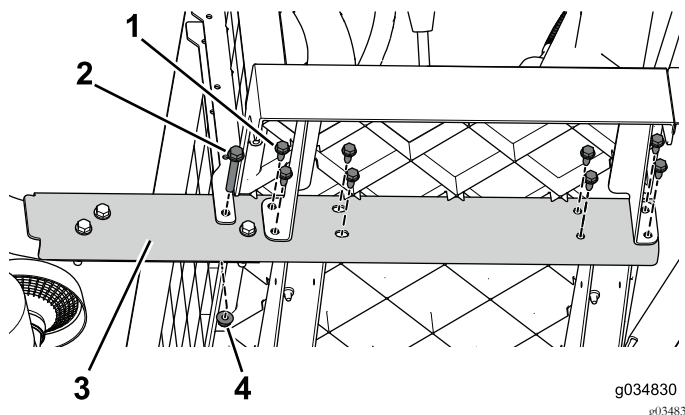

Figura 16
2. Retire os parafusos flangeados (3/8 x 2 1/2 pol.) e as porcas que prendem a calha lateral à máquina (Figura 16). Faça isto em ambos os lados da máquina.
3. Trabalhando da frente para trás, retire os parafusos flangeados (5/16 x 3/4 pol.) que prendem a calha lateral à máquina (Figura 16). Faça isto em ambos os lados da máquina.